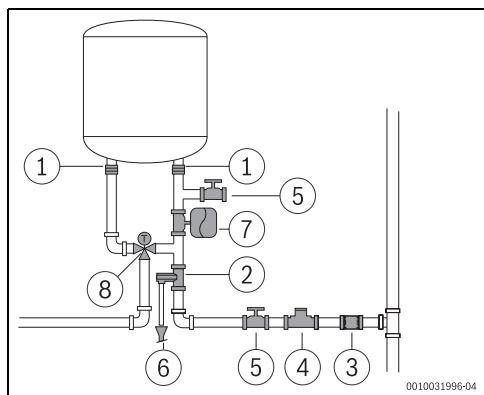

Fig. 14
- Recomendável instalar uma válvula termostática (Fig. 14, [8]) no tubo de saída do aparelho se forem utilizados tubos PEX. Deverá ser ajustado de acordo com o desempenho do material utilizado.
- Nunca instalar nenhum acessório (para além dos representados na Fig. 14) entre a válvula de segurança e a entrada de água fria (lado direito) do aparelho.
- instalar uma válvula redutora (Fig. 14, [4]). A válvula de segurança vai atuar sempre que a pressão da água no aparelho for superior a 8 bar (± 1 bar), pelo que é necessário prever uma forma de canalizar o escoamento dessa água.
- instalar um vaso de expansão (Fig. 14, [7]) para evitar que a abertura da válvula de segurança seja tão frequente. O volume do vaso de expansão deve ser o equivalente a 5% do volume do aparelho.